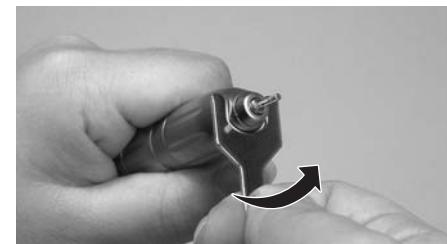

Fig.10
1) Ajuste la llave de cartucho suministrada con la pieza de mano a las superficies planas de la punta de la pieza de mano. Gire la llave de cartucho tal y como se muestra en la Fig. 10 una vez se ha aflojado, gire la punta con los dedos y retírela de la pieza de mano.